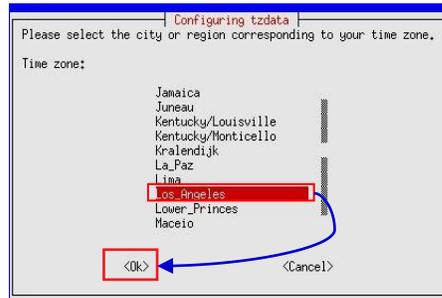

Figura 50 Zona horaria – configuración de país/región.
6. Use [↑] y [↓] para resaltar el País deseado (como se muestra en la Figura 50).